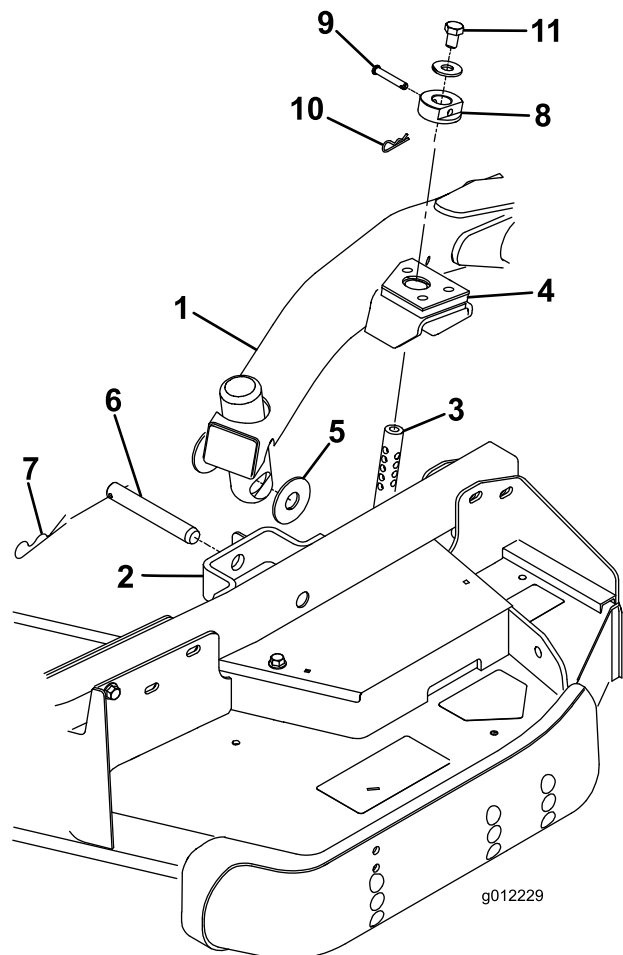

図 4
2. 昇降レバーをフロート位置とする。昇降アームを押し下げて、昇降アームについている穴とキャスタ・アーム・ブラケットについている穴を整列させ、昇降アームのパッドに刈高ロッドを挿入できるようにする (図 4)
3. スラスト・ワッシャ 2 枚、クレビス・ピン、ヘアピン・コッターを使って、昇降アームをキャスタ・アームに固定する。スラストワッシャは昇降アームとキャスタアーム・ブラケットの間に入れる (図 4) コッターピンを、キャスタアーム・タブのスロットに差し込んで固定する。
7. 刈高ロッドに刈高カラーを取り付け、クレビス・ピンとヘアピン・コッターで固定する (図 4) できれば、クレビス・ピンの頭をデッキの前面に向けておく。
8. 刈高ロッドのそれぞれの上部に、ボルト (1/2 x 3/4 インチ) とワッシャを取りつける (図 4)。